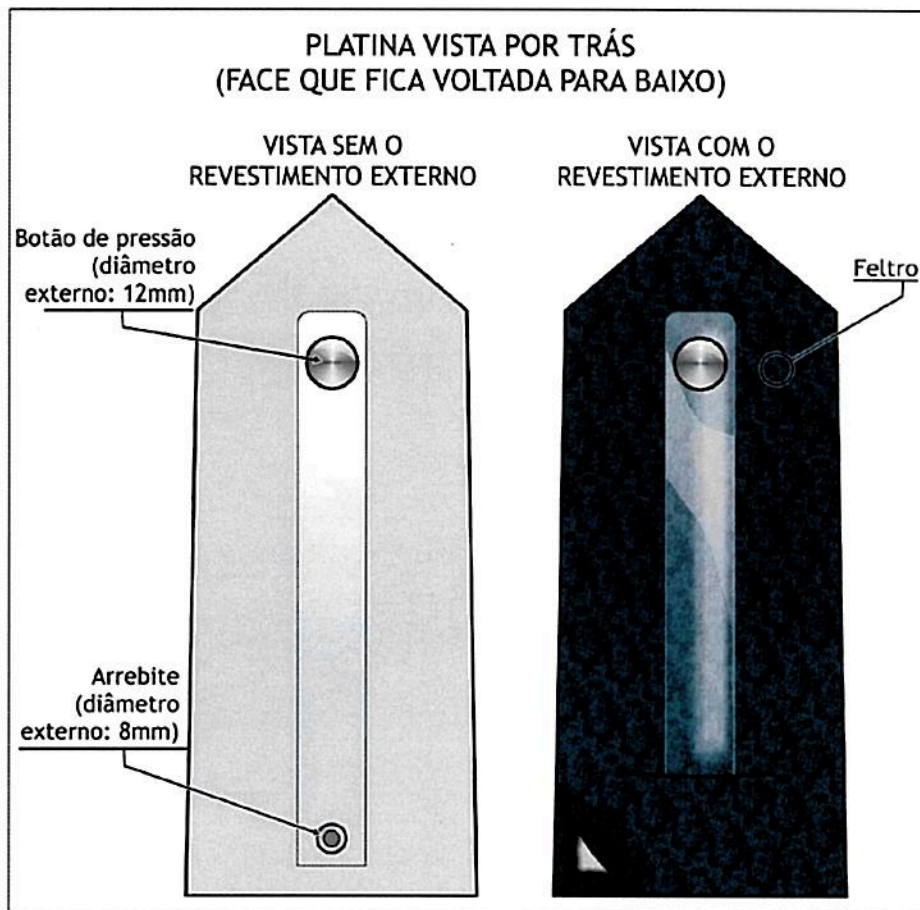

Figura 5: detalhes do verso da platina.
08.02.08 O passante possuirá um botão de pressão (CC), tamanho médio (CC), medindo 12 mm de diâmetro (CD) e um arrebite tamanho pequeno (CC), medindo 8mm de diâmetro (CD), a fim de fixá-lo a 12 mm (CD) da extremidade inferior da platina. Este arrebite deverá ser aplicado por baixo do forro de feltro (CC) previsto no item 08.02.01. O passante deverá ser posicionado conforme Figura 5 (CC).